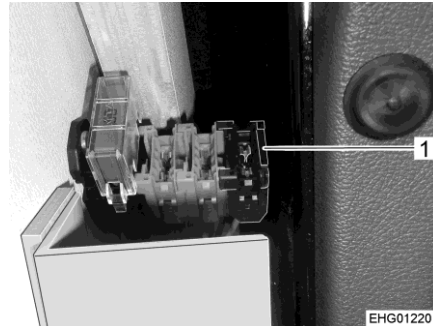

Fig. 132 Porte-fusibles sur les véhicules avec conduite à gauche (Ford)
- Changer le fusible sur le porte-fusibles (Fig. 132,1).